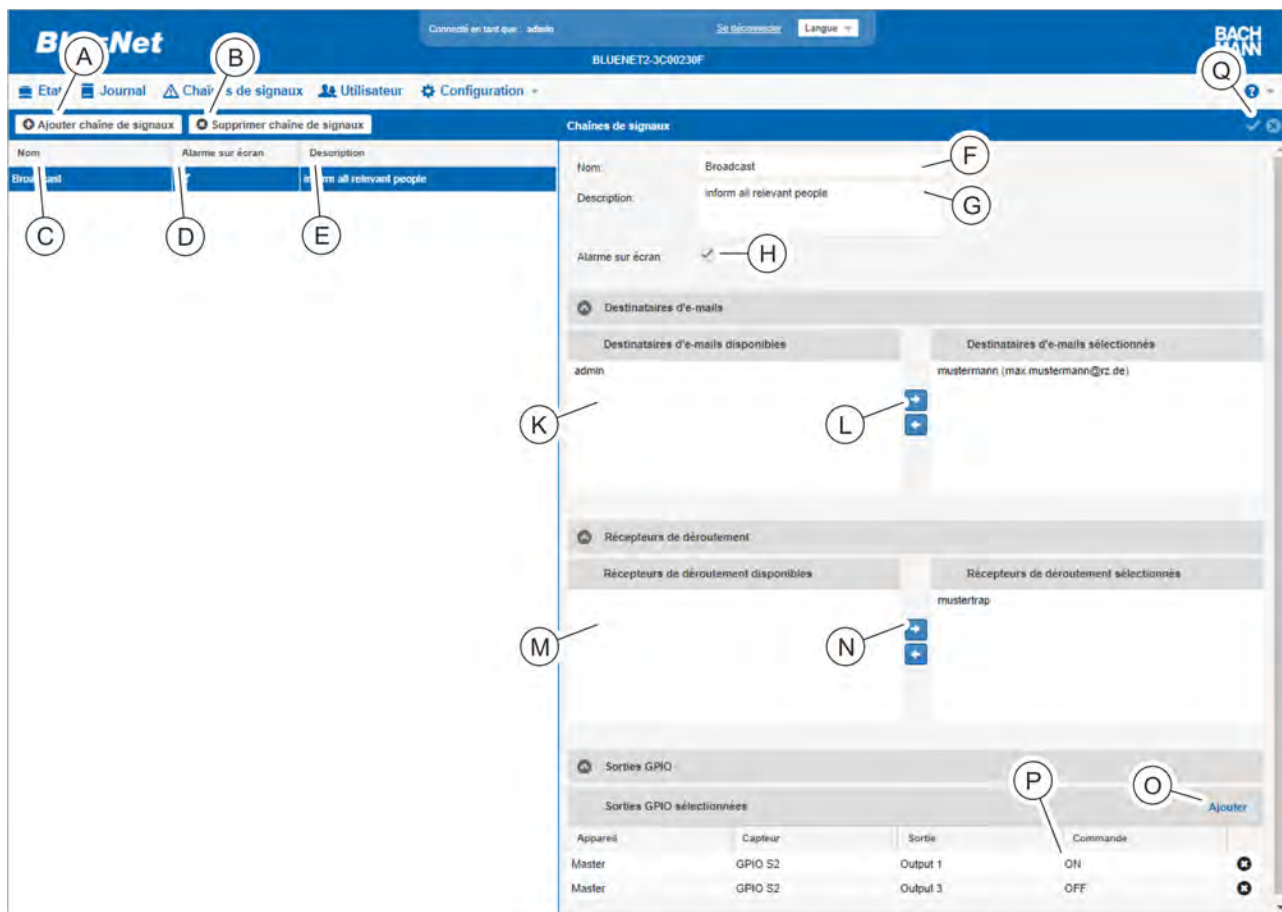

Fig. 123 : Menu « Chaîne de signaux »
2. ➤ Appuyer sur le bouton « *Ajouter chaîne de signaux* » (Fig. 123 /Ⓐ) pour créer une nouvelle chaîne de signaux.
Pour modifier une chaîne de signaux existante, sélectionner la chaîne de signaux appropriée dans la liste (Fig. 123 /Ⓒ).
3. ➤ Saisir une désignation pour la chaîne de signaux dans la zone « *Chaîne de signaux* » (Fig. 123 /Ⓔ).
4. ➤ Si nécessaire, saisir une description de la chaîne de signaux (Fig. 123 /Ⓕ).
5. ➤ Si nécessaire, cocher la case « *Alarme sur écran* » pour qu'un message d'alarme soit affiché sur l'écran du PDU (Fig. 123 /Ⓖ).
6. ➤ Dans le champ « *Destinataires d'e-mails disponibles* » (Fig. 123 /Ⓚ), sélectionner éventuellement un destinataire pour une notification par e-mail et appuyer sur le bouton  dans le champ « *Destinataires d'e-mails sélectionnés* » pour écrire le message (Fig. 123 /Ⓛ).
7. ➤ Dans le champ « *Récepteurs de déroutement disponibles* » (Fig. 123 /Ⓜ), sélectionner éventuellement un récepteur de déroutement et appuyer sur le bouton  pour le déplacer dans le champ « *Récepteurs de déroutement sélectionnés* » (Fig. 123 /Ⓝ).
8. ➤ Si la chaîne de signaux doit être reliée à une sortie sur un module GPIO, sélectionner le bouton « *Ajouter* » (Fig. 123 /Ⓞ).
10. ➤ Si nécessaire, sélectionner la sortie correspondante dans la liste et définir dans le menu de sélection « ON » / « OFF » (Fig. 123 /P) si le relais doit être activé ou désactivé quand la chaîne de signaux est déclenchée.
11. ➤ Appuyer sur le bouton « Enregistrer » pour confirmer la sélection (Fig. 123 /Q).
⇒ La chaîne de signaux est créée (Fig. 123 /Q).
Pour supprimer une chaîne de signaux, sélectionner la chaîne de signaux souhaitée (Fig. 123 /Q) et appuyer sur le bouton « Supprimer chaîne de signaux » (Fig. 123 /R). Une boîte de dialogue apparaît alors et comporte une question qui doit être confirmée.